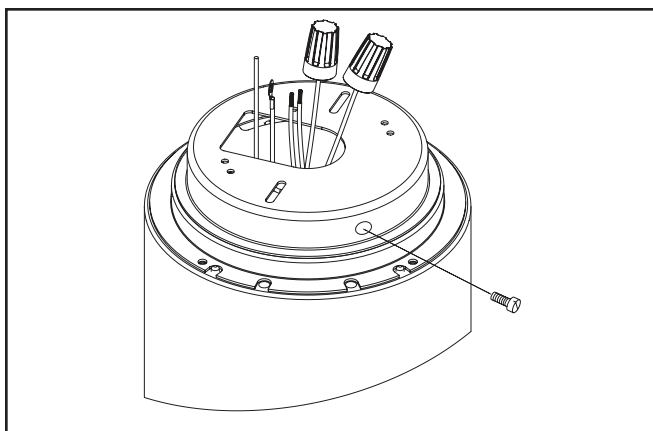

Figure 1.
2. TFaites tourner la plaque de montage dans le sens antihoraire contraire des aiguilles d'une montre pour la séparer de l'assemblage ensemble et la retirer du cylindre. (Figure 1).